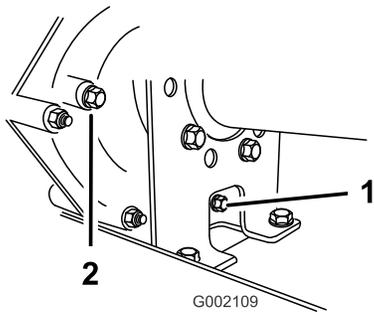
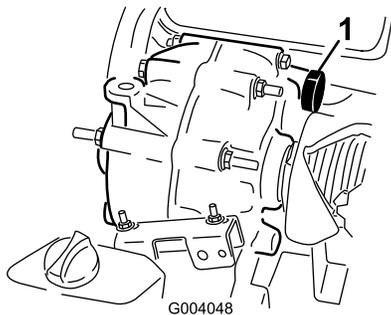

Bild 41
Bild 42
2. Entfernen Sie die Ablassschraube aus der rechten Seite des Behälters (Bild 41) und lassen die Flüssigkeit in ein Auffanggefäß ablaufen. Schrauben Sie die Ablassschraube wieder fest ein, wenn keine Flüssigkeit mehr ausströmt.
3. Füllen Sie ungefähr 1,4 Liter SAE 10W300 Motoröl in den Behälter (Bild 42) oder füllen Sie soviel Öl ein, dass der Ölstand an der Unterkante des Füllstand-Prüflochs liegt (Bild 41).